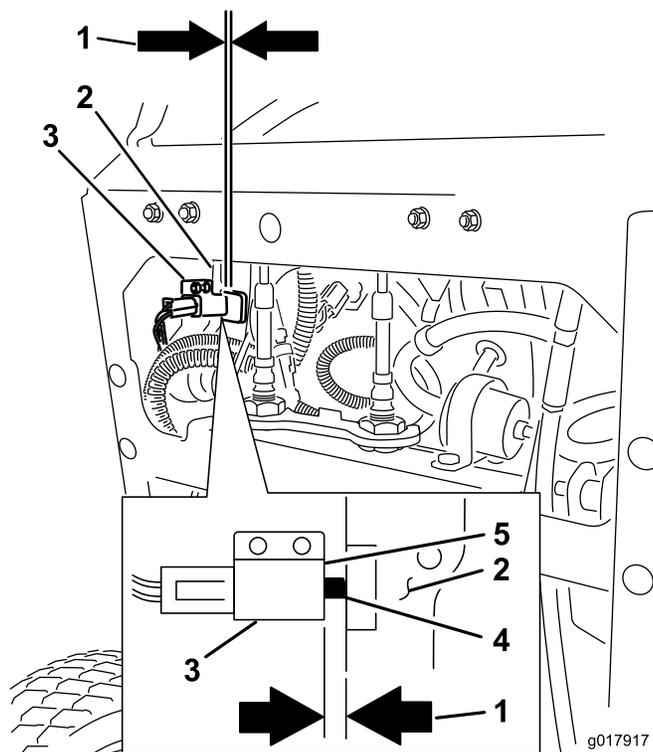

Figure 72
11. Une fois le frein réglé, vérifiez l'interrupteur du levier (Figure 72).
12. Vérifiez l'écartement entre le levier de frein et l'interrupteur, comme montré à la Figure 72.